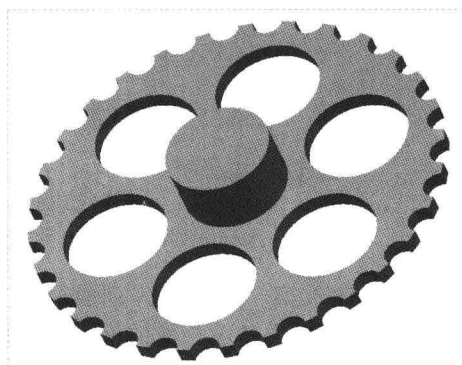

图 17-51 创建阵列特征 1
Step 04 在“输入第一方向的阵列成员数”、“输入阵列成员间的角度”数值框中分别输入 30 和 12,单击“应用并保存在工具中所做的所有更改,然后关闭工具操控板”按钮✔,完成阵列特征的创建,如图 17-51 所示。